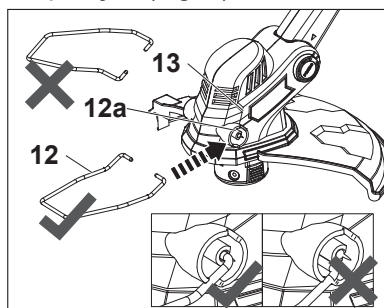

Fig. 2
1. Alinhe as extremidades da haste com os suportes (12a) e fixe o protetor de plantas (12) na cabeça do aparador (13).
2. Certifique-se de que as extremidades da haste permanece corretamente em posição (Fig. 2)